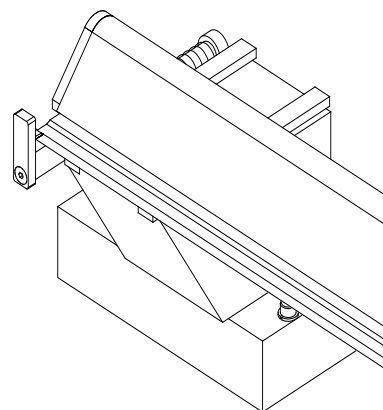
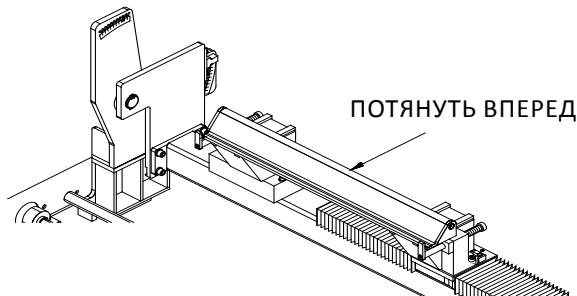

РИС. 20
РИС. 21
3. Расположите неподвижный нож так, чтобы неизношенные кончики на использованном неподвижном ноже или концы нового неподвижного ножа находились на кончиках выравнивающего упора. См. РИС. 20. Потяните неподвижный нож вперед вплотную к кончику выравнивающего упора, а затем включите электромагниты. См. РИС. 21.
2. Установите переключатель НАСОСА ОХЛАЖДАЮЩЕЙ ЖИДКОСТИ в положение «ВКЛ.» и убедитесь, что наконечник направляет охлаждающую жидкость на неподвижный нож. См. РИС. 20.